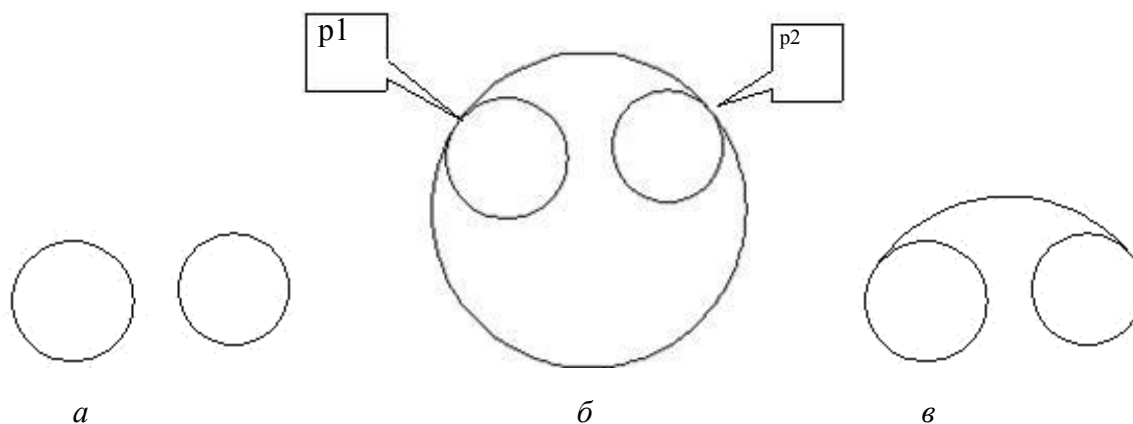

Рис. 3.3. Внутреннее сопряжение окружностей:
Необходимо построить сопряжение между двумя окружностями с помощью дуги окружности (рис. 3.3, в). Сопряжение строится с помощью команды  **Окружность (Circle)**. Запросы по этой команде и опции **ККР (Ttr)** описаны в п. 1.4.3. **Исходные данные представлены на рис. 3.3, а.**
Результат построения показан на рис. 3.3, б.
3. Часть окружности, располагающуюся ниже точек p1 и p2, необходимо удалить с помощью команды  **Обрезать (Trim)** (см. п. 2.4.10). За режущие кромки **принять исходные окружности**. **Окончательный результат показан на рис. 3.3, в.**